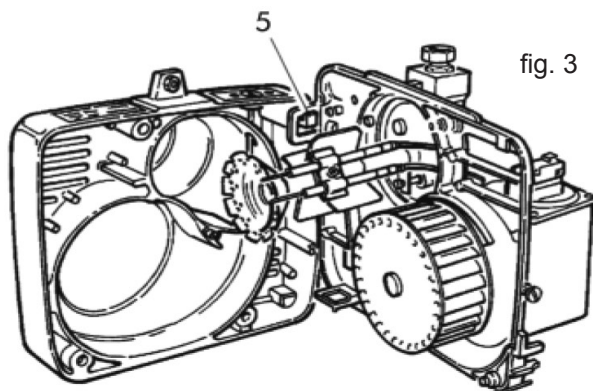

fig. 3
- Enganchen la placa portacomponentes en la posición de servicio 5 y efectúen el mantenimiento en el cabezal de combustión (fig.3).